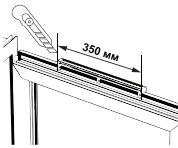

Рис. 4
1. Приложить клапан к месту установки, отмерить его боковые границы на верхней части створки и на раме. По данным отметкам отрезать уплотнитель на створке 350 мм (рис.4).